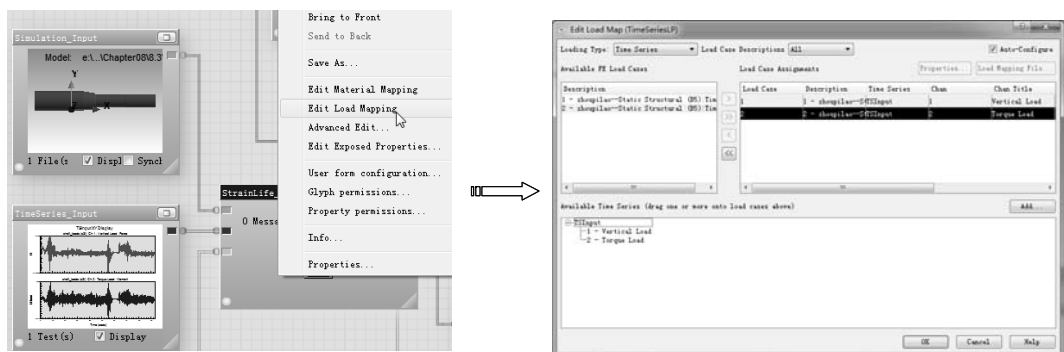

图 7-74 载荷映射
7) 进行载荷映射。在【StrainLife_Analysis】窗口中单击鼠标右键，在弹出的快捷菜单中选择【Edit Load Mapping】命令，弹出【Edit Load Map】对话框，保持默认，则系统把第一种载荷工况（弯曲工况）与第一个时间序列建立关联，它表明了该集中力在按照此载荷时间历程发生改变；把第二种载荷工况（弯曲工况）与第二个时间序列建立关联，表明了该集中力在按照此载荷时间历程发生改变，如图 7-74 所示。